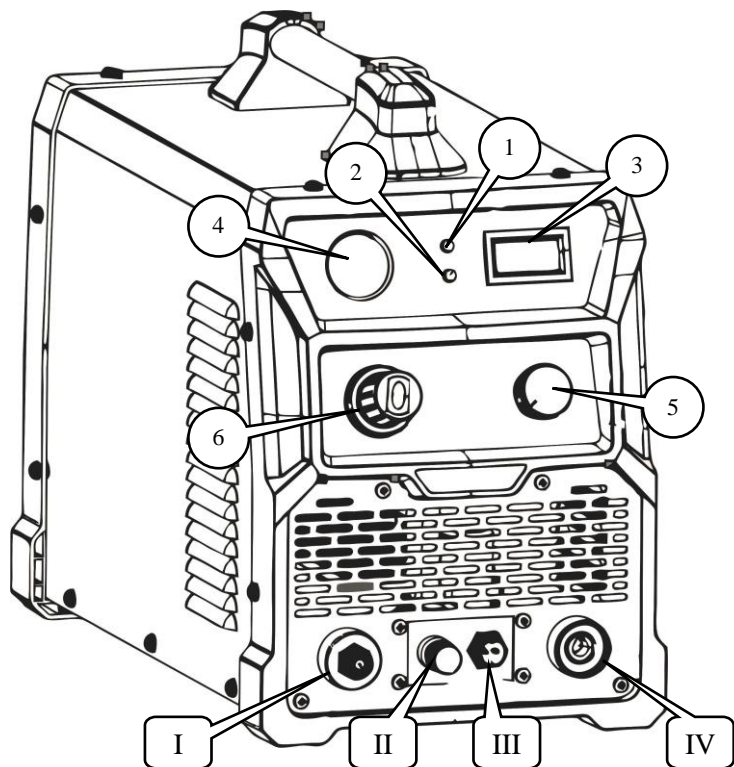

Рис.1. Органы управления и индикации аппаратов.
- Подключить силовой разъем воздушно-плазменной горелки к разьему I (Рис.1) аппарата.